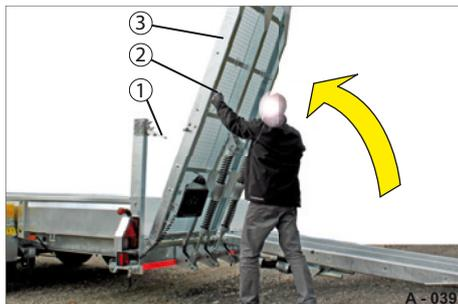

Abb. 41 Auffahrrampe, einteilig anheben
- ▶ Heben Sie die Auffahrrampe (Abb. 41/3) an den Griffen (Abb. 41/2) nach oben.